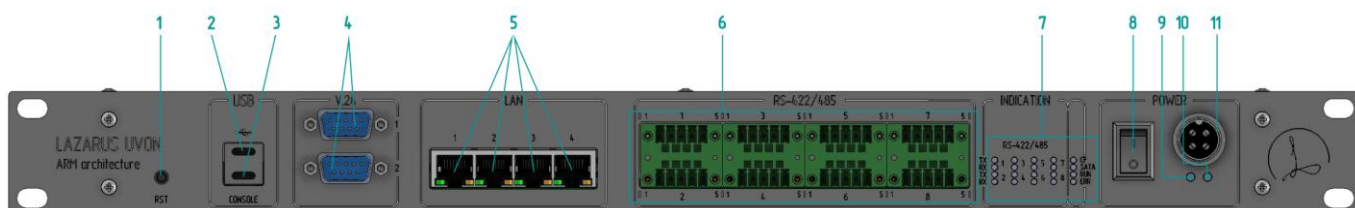
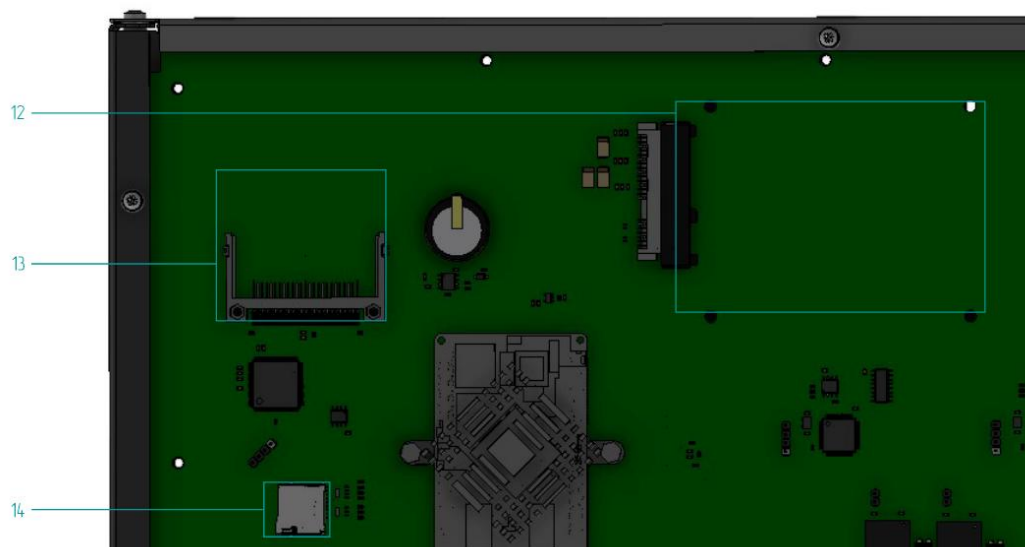

Рисунок 2.1 – Расположение разъемов и индикации на лицевой панели Изделия
Рисунок 2.2 – Вид разъемов на плате Изделия
Изделие представляет собой моноблок, оснащенный следующими органами индикации и управления, расположенными на лицевой панели (рисунок 2.1) и внутри Изделия (рисунок 2.2):
1. Накопители типа карт COMPACT FLASH, карт формата microSD и жестких дисков с SATA интерфейсом монтируются в разъемы «12», «13», «14» (рисунок 2.2) соответственно. Накопители должны иметь файловую систему ext4. Жесткий диск с SATA интерфейсом подключается при выключенном электропитании. Карты формата COMPACT FLASH, и microSD так же рекомендуется подключать при выключенном электропитании. После подключения накопителя при включенном электропитании, в окне терминала отобразится информация о подключенном устройстве (рисунок 2.6).